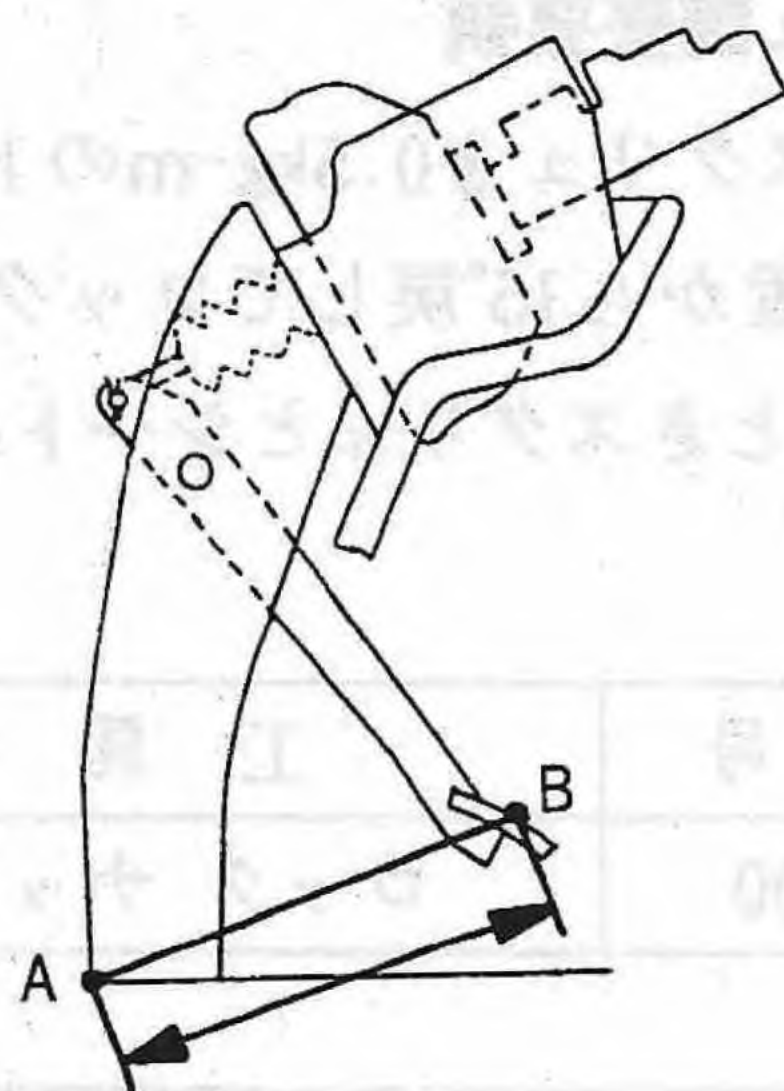

Fig. 1
- (1)エンジン停止状態で、AB間(Fig. 1より)の寸法を測定する。